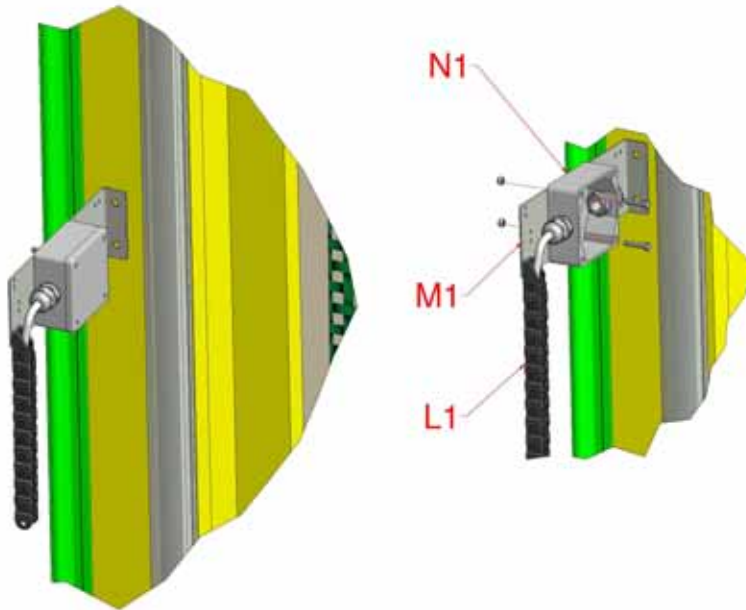

Figure 16 : montage de la boîte de raccordement
- 4.2 Enfiler le limiteur de couple (J1) sur l'extrémité motrice du tube d'enroulement inférieur, en alignant les oreilles sur les cannelures dans le tube et dans le sens de rotation illustré à la Figure 16 (les cliquets de sécurité ouverts, comme sur l'illustration).
- 4.5 Il faut faire passer le câble du moteur à travers la chaîne d'énergie et le connecter au support de la chaîne d'énergie fixé au coffret de commande. La chaîne d'énergie doit ressortir par le bas du coffret de commande pour remonter afin de s'attacher à un support de chaîne fixé au support de montage de la boîte de raccordement (M1) positionné comme illustré à la Figure 16, à une hauteur située approximativement au milieu du rideau supérieur.
En vous référant à la figure 16, connectez le commutateur de réglage (Z2) au câble moteur en faisant correspondre la couleur de l'interrupteur à celle du câble moteur et maintenez le combiné comme indiqué.